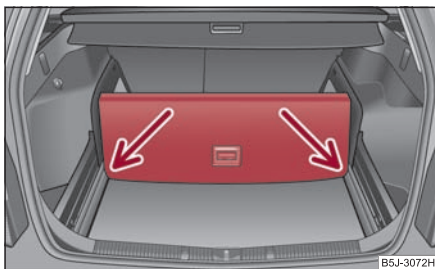

Fig. 88 Compartimentarea portbagajului
- Ridicați partea podelei cu mânerul și asigurați-o prin introducerea în fixaje ⇒ fig. 88. ■